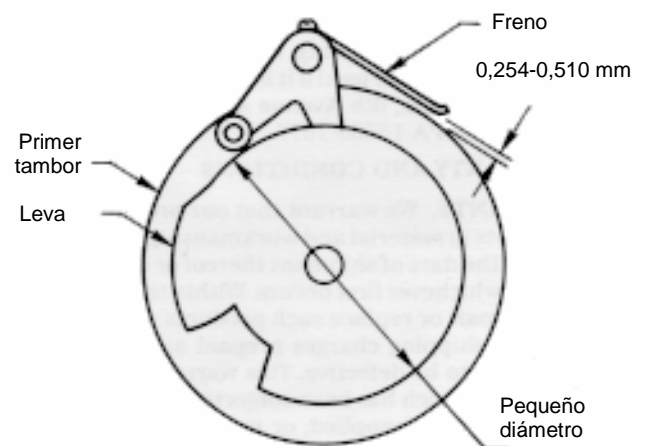

Figura 28. Ajuste freno
a. Girar el piñón de puesta a cero para colocar la leva según se indica en la figura 28.